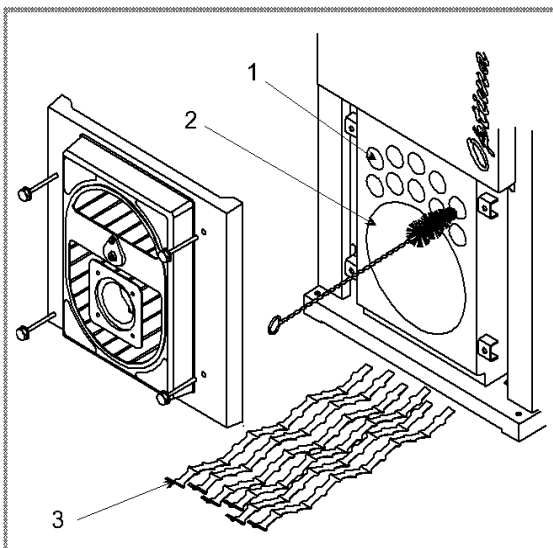

Figure 12 - Nettoyage de l'échangeur
- Nettoyer l'échangeur à l'aide d'une raclette et d'un écouvillon en nylon Ø 50 mm (fig. 12).